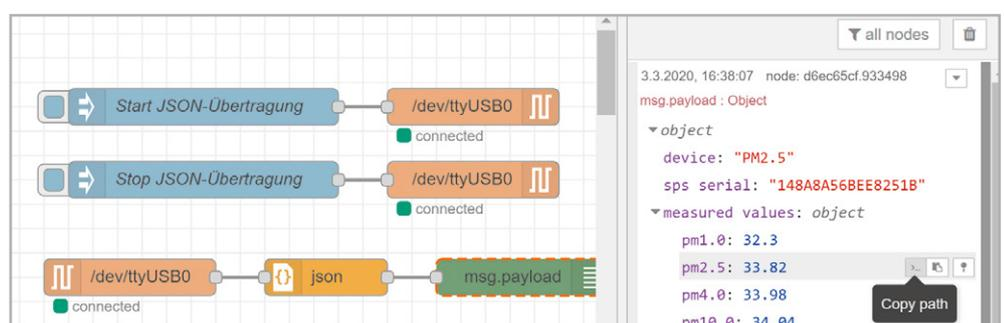

Bild 8: „Copy path“ ist sehr hilfreich, vor allem bei längeren Payload-Konstrukten.
**Tipp:** Wenn man das JSON-Objekt im Debug-Fenster erweitert und auf das linke der drei kleinen Symbole neben dem jeweiligen Schlüssel-Werte-Paar klickt („Copy path“), erhält man die korrekte Definition für die Payload (Bild 8).